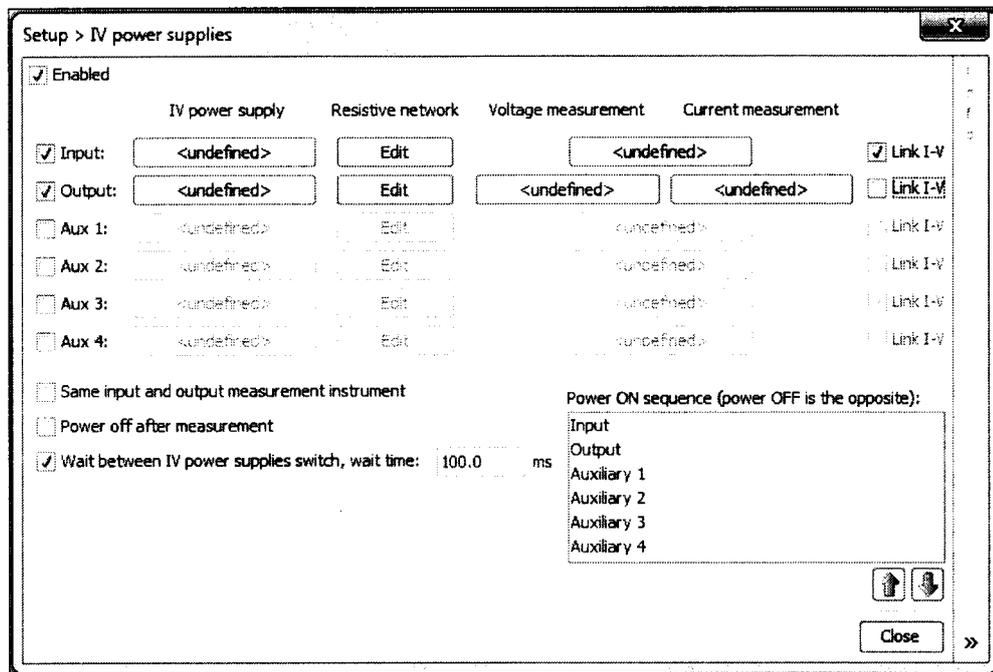

Рисунок 7.3.2 – Окно Setup > IV power supplies, конфигурация для измерения напряжения и силы тока зондом затвора
7.3.3.1 Нажать клавишу Unfind на пересечении IV power supply / Input (рисунок 7.3.2), при этом появится окно Setup>Power supplies>Input generator.
7.3.3.2 Нажать клавишу Unfind на пересечении IV power supply / Output (рисунок 7.3.2), при этом появится окно Setup>Power supplies>Output generator.
7.3.3.3 Нажать клавишу Undefined на пересечении Input /Voltage measurement/Current measurement (рисунок 7.3.2), при этом появится окно Setup>IV power supplies>Input measurement.
7.3.3.4 Нажать клавишу Undefined на пересечении Output / Voltage measurement (рисунок 7.3.2), при этом появится окно Setup>IV power supplies>Output voltage measurement.
7.3.3.5 Нажать клавишу Undefined на пересечении Output / Current measurement (рисунок 7.3.2), при этом появится окно Setup>IV power supplies>Output current measurement.
7.4.2 В окне Setup, Power supplies (рисунок 7.2.6) снять метку Link I-V справа в строке Output (рисунок 7.3.2).
7.4.3.1 Нажать клавишу Unfind на пересечении IV power supply / Input (рисунок 7.3.2), при этом появится окно Setup>Power supplies>Input generator.
7.4.3.2 Нажать клавишу **Undefind** на пересечении **IV power supply / Output** (рисунок 7.3.2), при этом появится окно **Setup>Power supplies>Output generator**.
7.4.3.3 Нажать клавишу **Undefined** на пересечении **Input / Voltage measurement/Current measurement** (рисунок 7.3.2), при этом появится окно **Setup>IV power supplies>Input measurement**.
7.4.3.4 Нажать клавишу **Undefined** на пересечении **Output / Voltage measurement** (рисунок 7.3.2), при этом появится окно **Setup>IV power supplies>Output voltage measurement**.
7.4.3.5 Нажать клавишу **Undefined** на пересечении **Output / Current measurement** (рисунок 7.3.2), при этом появится окно **Setup>IV power supplies>Output current measurement**.